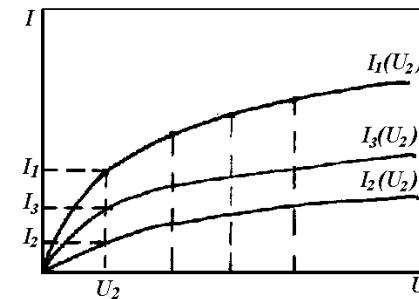
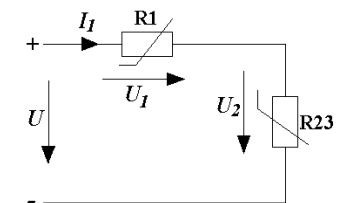

Рис. 1.7
Рис. 1.8
1. Строят результирующую ВАХ параллельного соединения нелинейных резисторов  $R_2$  и  $R_3$  по методике, изложенной выше. Получают ВАХ эквивалентного нелинейного резистора  $R_{23}$   $I_1(U_2)$  (рис. 1.7) и схема цепи сводится к последовательному соединению нелинейных резисторов  $R_{23}$  и  $R_1$  (рис. 1.8).
4. По найденному значению напряжения  $U_2$  с помощью характеристик  $I_2(U_2)$  и  $I_3(U_2)$  (рис. 1.7) определяют токи  $I_2$  и  $I_3$ .